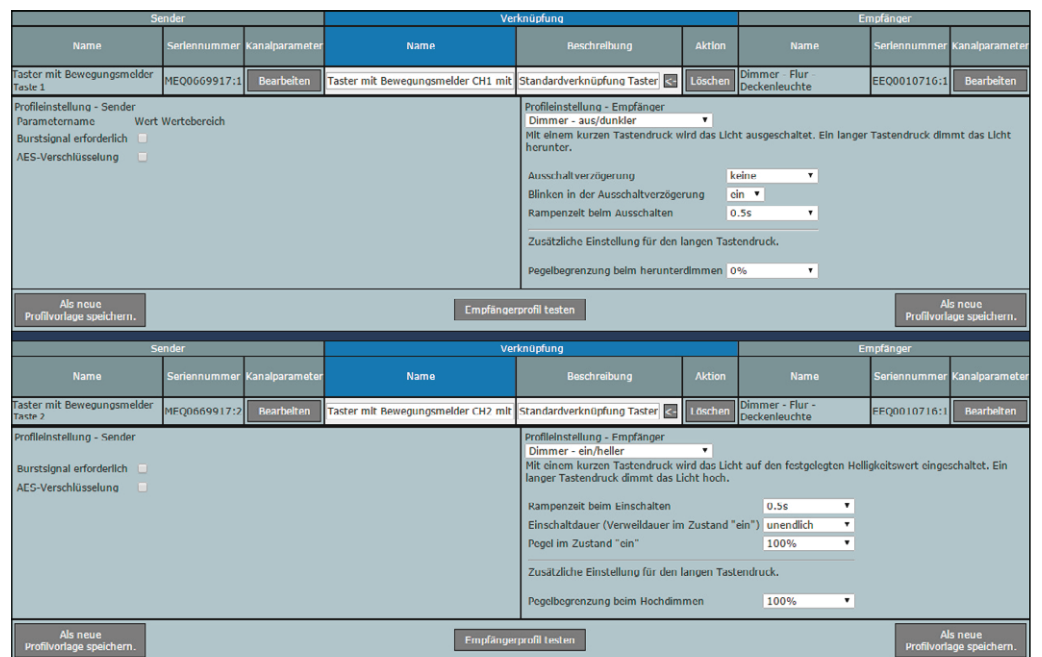

Bild 3: Direkte Geräteverknüpfung zwischen dem HomeMatic Funk-Bewegungsmelder mit Taster und dem HomeMatic Funk-Dimmaktor Zwischenstecker
Um über die Tasten des HomeMatic Funk-Bewegungsmelders mit Taster (2) den HomeMatic Funk-Dimmaktor Zwischenstecker (7) bedienen zu können, erstellen wir eine direkte Geräteverknüpfung gemäß Bild 3. Somit können wir über einen kurzen Tastendruck direkt auf 0 bzw. 100 % Helligkeit springen und